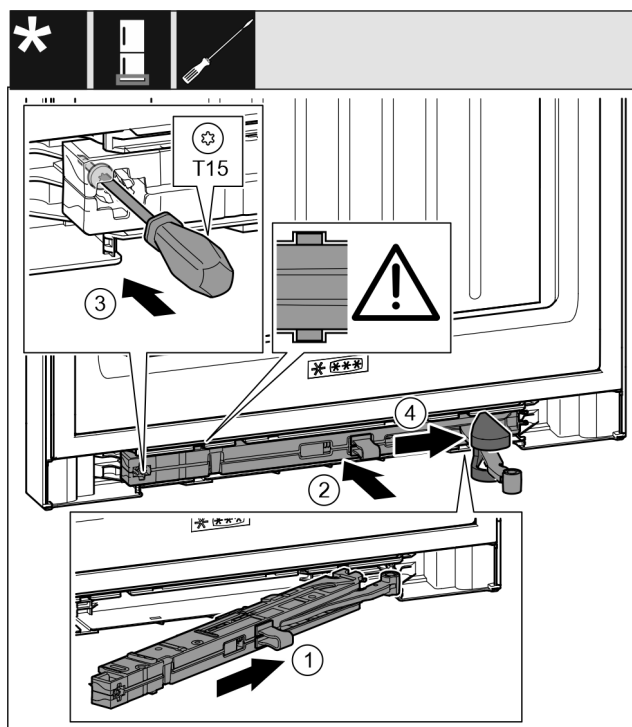

Fig. 67
- ▶ Tolja be ferdén, ütközésig a záráscsillapító egységet Fig. 67 (1) a mélyedésbe a csapágybak felőli oldalon.
- ▶ Tolja be teljesen a mélyedésbe a záráscsillapító egységet Fig. 67 (2).
- ▶ Húzza meg a csavart Fig. 67 (3) csavarhúzóval.
- ▶ Tolja rá a csuklóra a fedelet Fig. 67 (4).